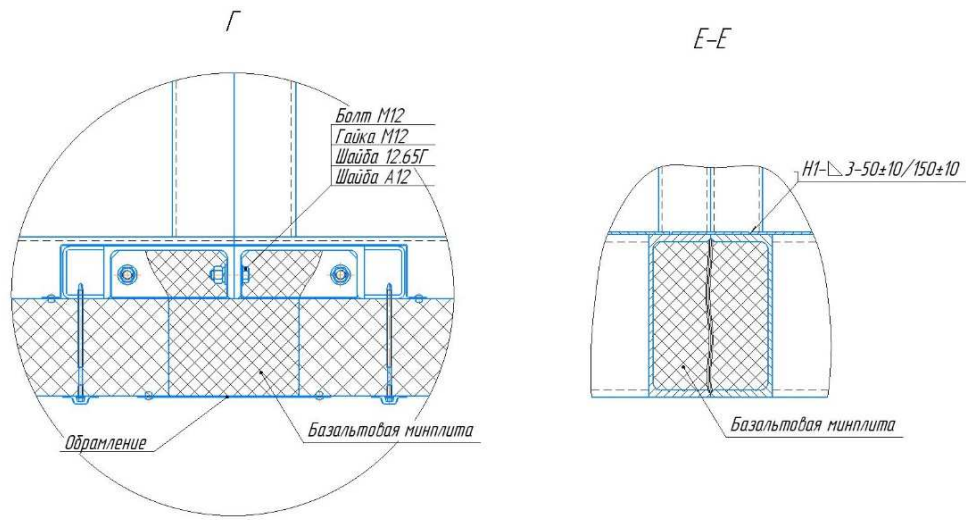

Рисунок 4 - Стыковка блоков с поперечно-радиальной крышей
3.3 Блоки с поперечно-радиальной крышей стыкуются болтами М12х40 через отверстия в угловых стойках, расположенных по короткой стороне Н (рисунок 4). Стыковка блоков по рамам основания, с предварительно утепленными местами стыка, осуществляется через стыковочные пластины сваркой. С наружной стороны блоков в стойки вложить утеплитель (базальтовая минплита, плотность 25 - 45 кг/м) и закрыть обрамлением.